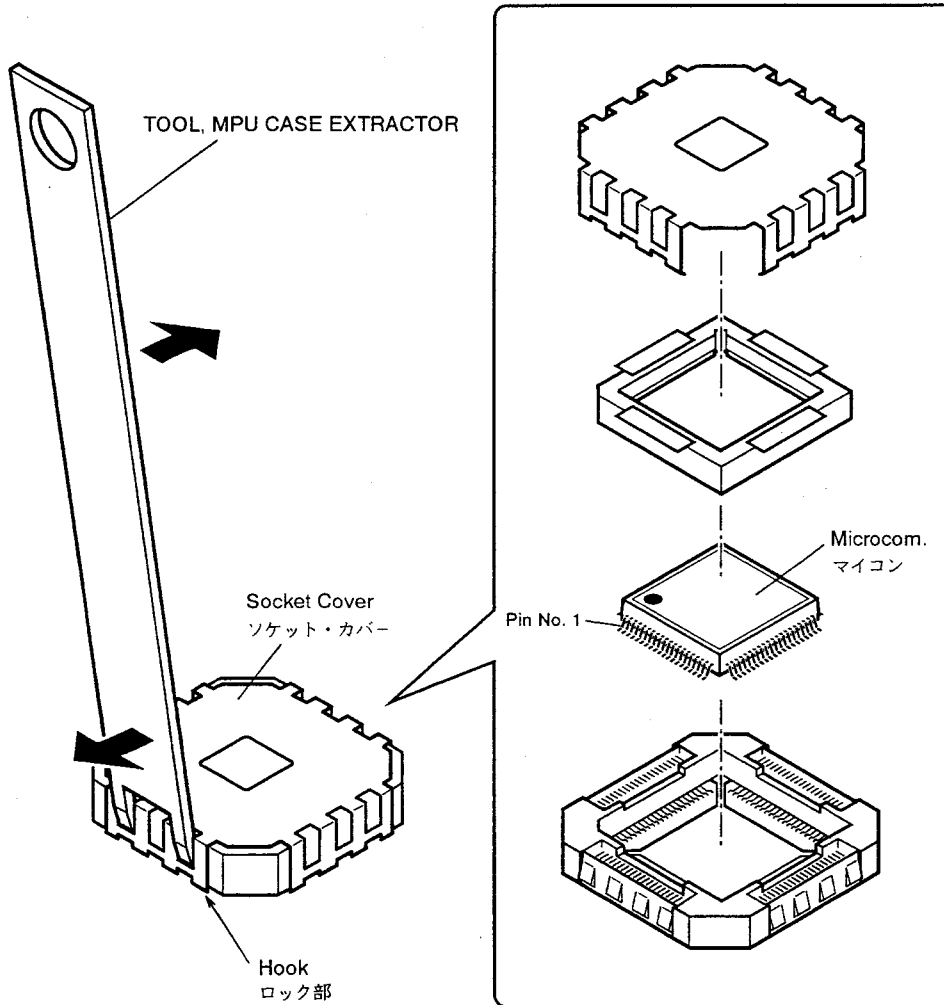

Fig. 3-1
1. Refer to Figure 3-1 and using TOOL, MPU CASE EXTRACTOR (P/N : J00383100A) unhook the socket cover (it is hooked at four points per side), then lift the socket cover off.
1. 図3-1のように TOOL, MPU CASE EXTRACTOR (P/N : J00383100A) をソケット・カバーの穴に差し込みソケット・カバーの中心方向に倒すようにして、ソケット・カバーのロック部を4面、順に少しずつ外して、ソケット・カバーを外す。